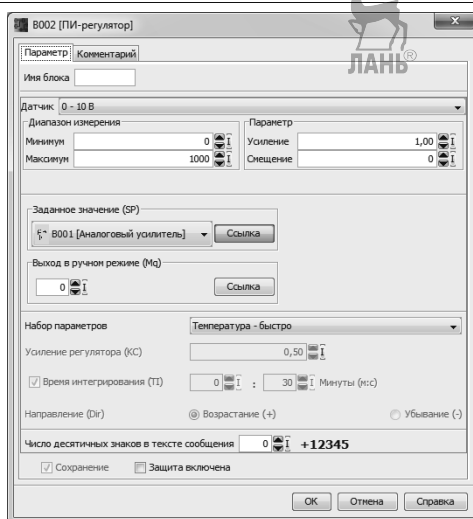

Рис. 9.25. Окно для настройки параметров ПИ-регулятора
Сигнал AI2 поступает на вход сигнала обратной связи (PV) ПИ-регулятора. ПИ-регулятор определяет разность заданного (SP) и измеренного (PV) значений температуры и вычисляет выходной сигнал управления нагревателем, поступающий на аналоговый выход контроллера AQ1. Заданное значение температуры (SP) передается в блок ПИ-регулятора косвенно, как ссылка на номер блока усилителя V001, вычисляющего эту величину. Ссылка на блок V001 указывается в параметрах ПИ-регулятора в выпадающем окне, которое показано на рис. 9.25